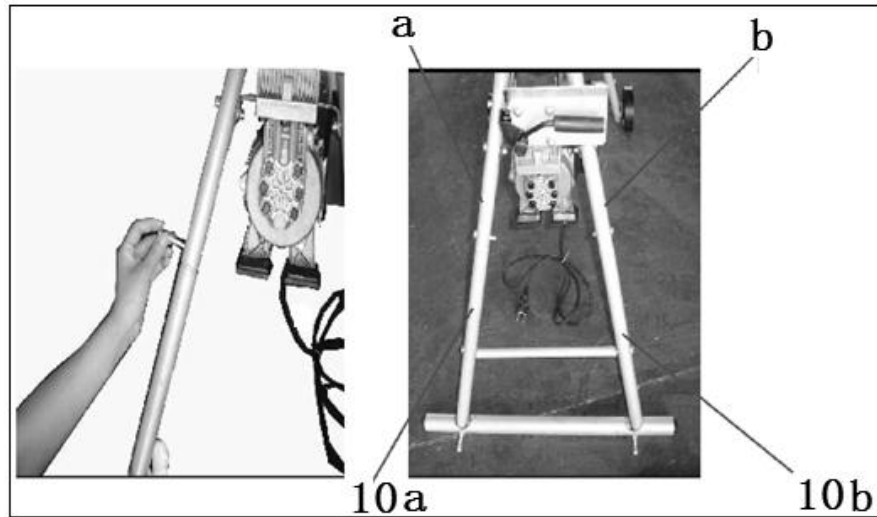

Fig. 2
a) Montez les pieds avant en fixant la partie basse (10a) à la partie haute (a) et la partie basse (10b) à la partie haute (b) à l'aide des boulons et des écrous (fig.2).